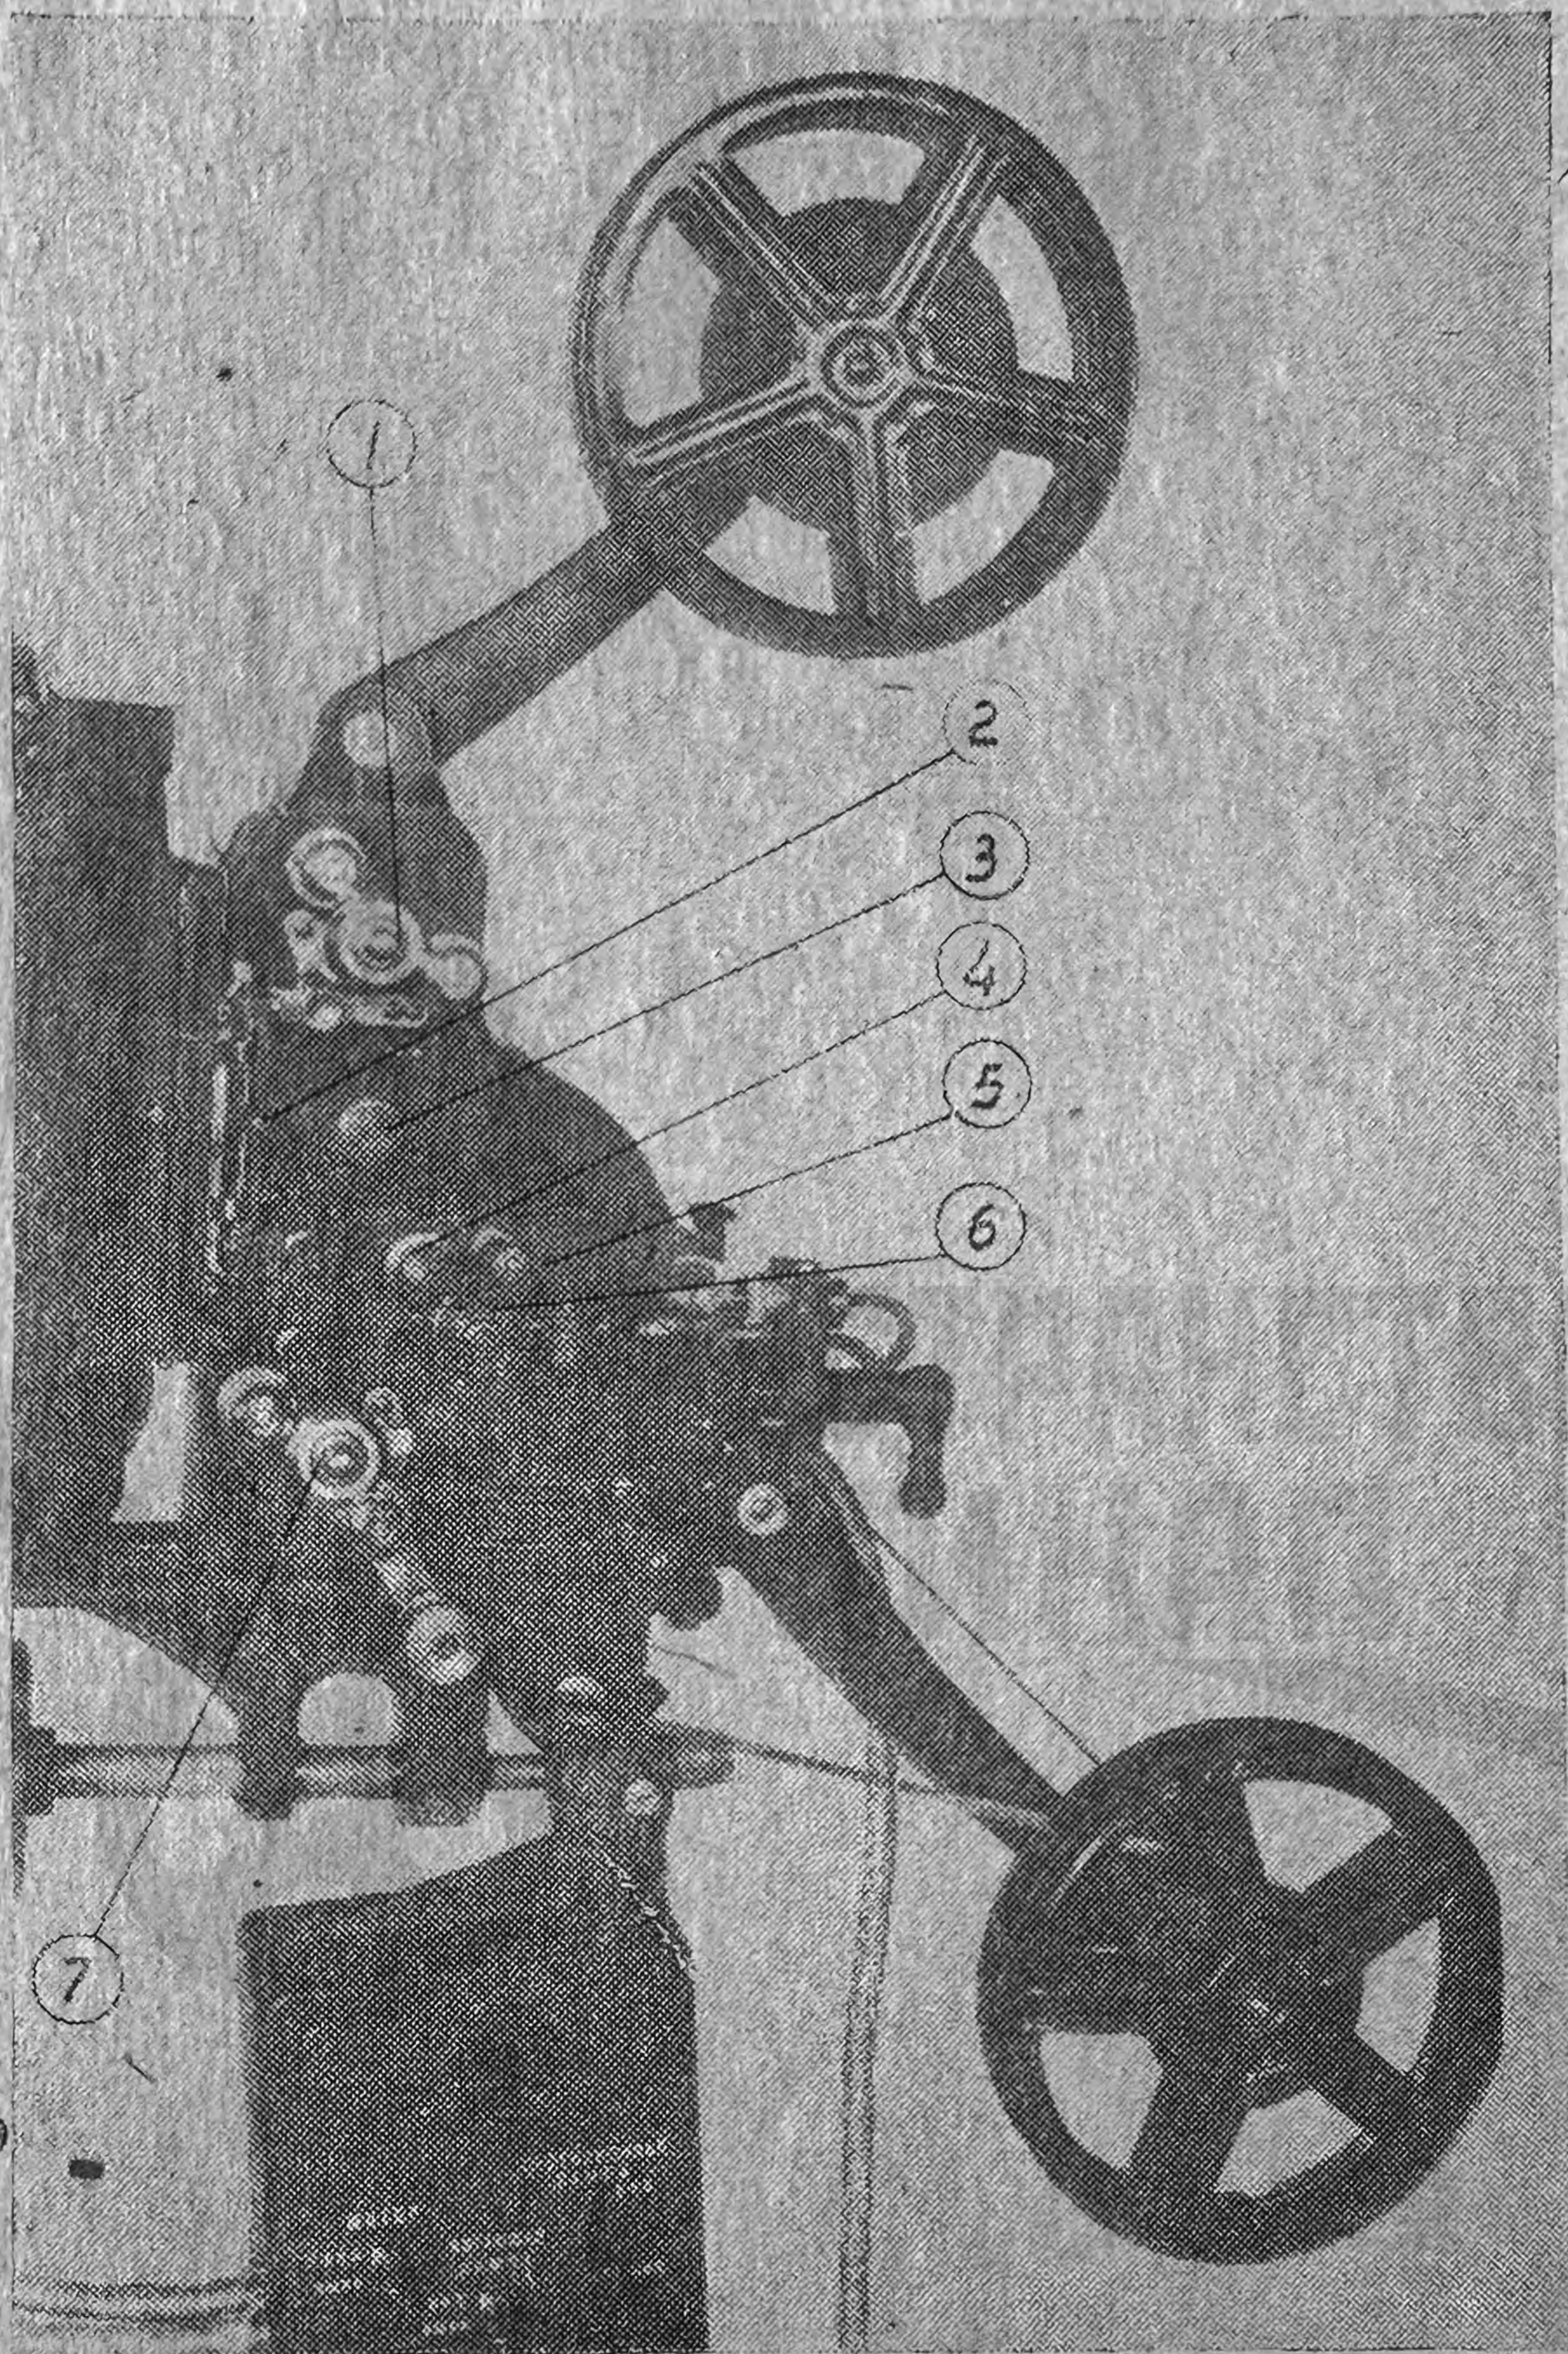

Рис. 8. Кинопроектор 16-ЗСП-5.
Перемещением портобъектива (объективодержателя) с прижимной рамкой влево до упора, закрывают фильмовый канал (рис. 8). Перемещение объективодержателя рекомендуется производить, нажимая на металлическую пуговку (3) рис. 8 стопора проекционного объектива.
Петля на выходе из фильмового канала поступает на ролик; размер петли определяется риской либо выступающим пояском на картере, согласно схемы (рис. 8).